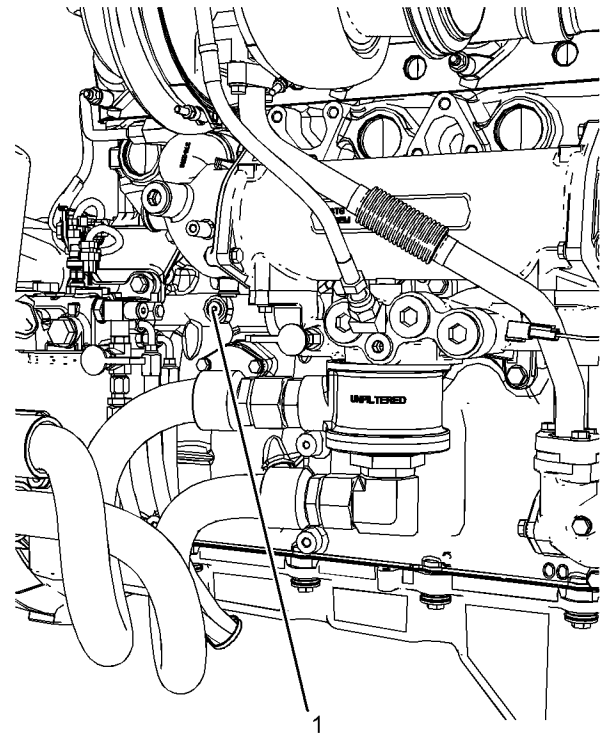

图 17
拆下图 17 中所示的塞，以便连接至发动机机油系统。所需的连接为 9/16" x 18 tpi。确保使用正确的机油技术规格，请参阅本操作和保养手册，油液建议，了解更多信息。润滑发动机内部表面后，拆下接头并安装塞 (1)。将塞拧紧至扭矩为 30 N·m (265 lb in)。Perkins 建议必须在至少 10° C (50° F) 的环境温度下执行该步骤。